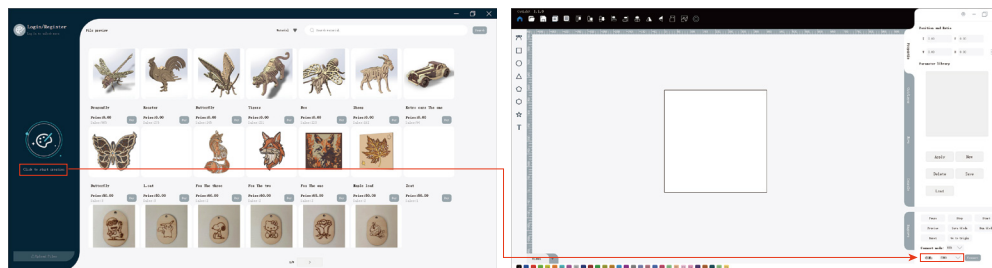

図1
3. CutLabXソフトウェアを開き、オーサリングページに入ります。 - 図1